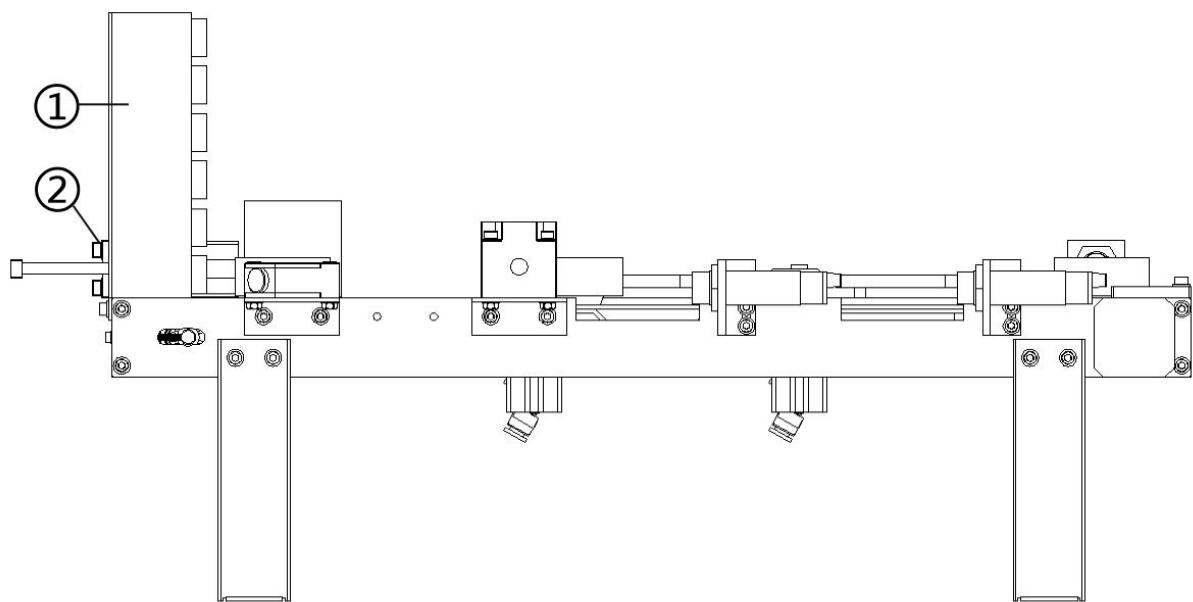

图 1.1 一号台—运料机构 (视图 1)
如图 1.1 为一号台的传输运料机构，上面装配有检查物料性质的传感器以及推料、选料的气缸。
在图 1.1 中，①是放料槽②是推料气缸。